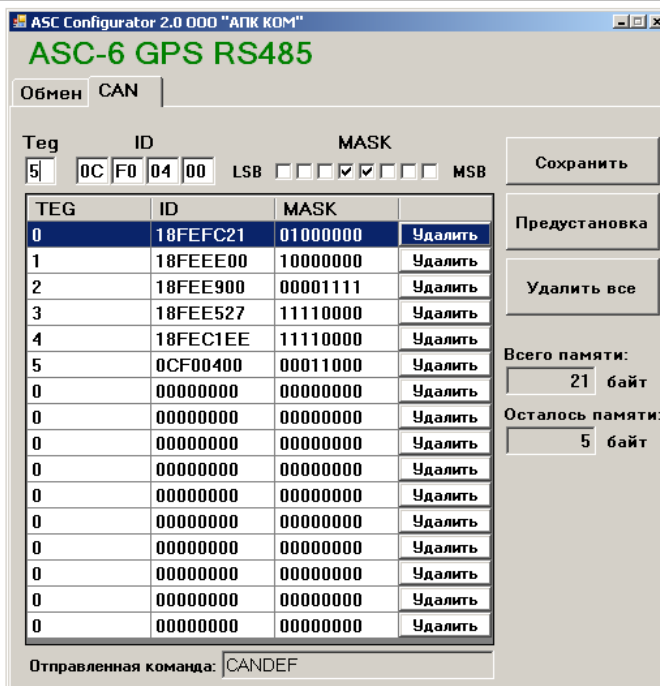

Рис. 8. Настройка фильтра сообщений для CAN шины.
Для настройки фильтра сообщений с шины CAN необходимо использовать программу «ASC Configurator» версии 2.4 (см. рис.8). Установите тэг (TAG) – пользовательский номер, отображаемый системе мониторинга (0..15). Задайте идентификатор сообщения (ID) и маску (MASK) для фильтрации необходимых данных. Нажмите кнопку сохранить.